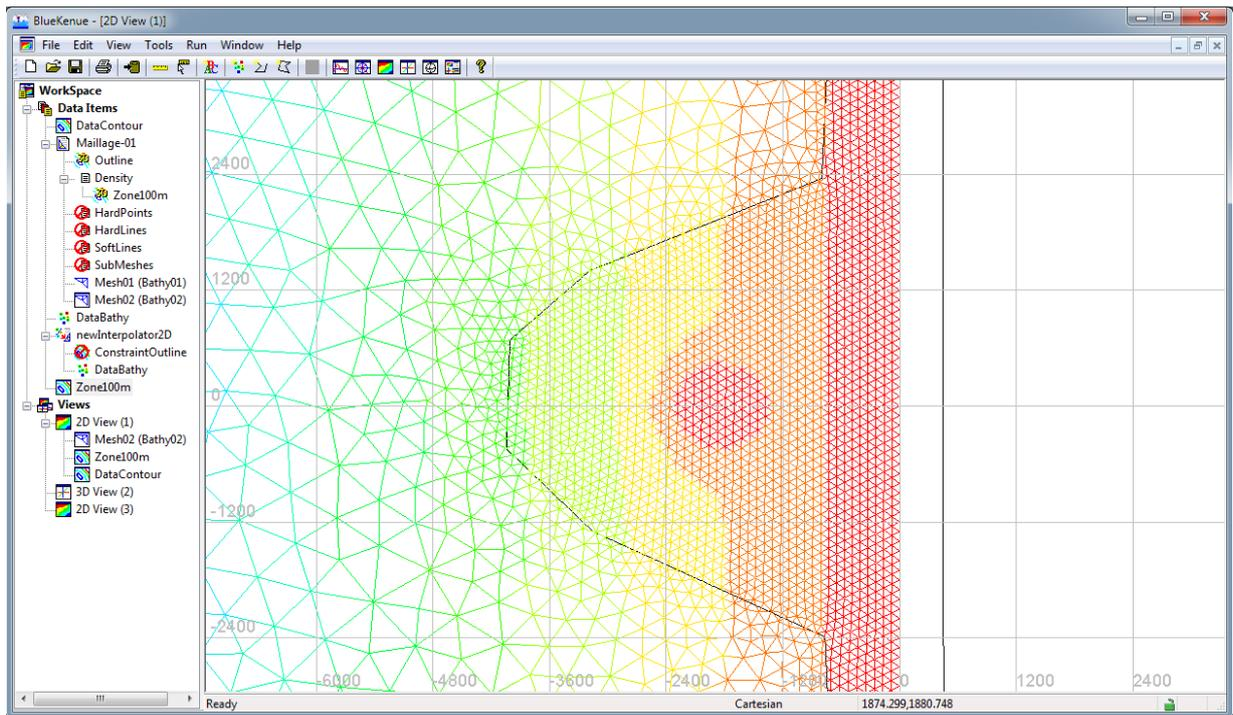

FIGURE 1.10 – Maillage raffiné obtenu
- Recréez un nouveau maillage nommé **MESH02**. Visualisez le résultat (Fig.1.10)